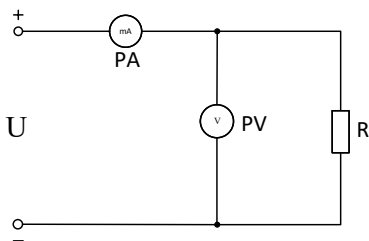

Рис.1.5.
4.5. На рис. 1.5 и 1.6 показаны возможные варианты включения приборов при измерении сопротивления методом амперметра и вольтметра. В каких случаях и в какой схеме погрешность при вычислении R по закону Ома будет меньше, если R определять, как U_V/I_A ?
4.6. В схемах на рис. 1.5 и 1.6 $R_V=10000 \text{ Ом}$, $R_A=2 \text{ Ом}$, $U=20 \text{ В}$. Определить показания приборов в обеих схемах в случаях: $R=10 \text{ Ом}$ и $R=1000 \text{ Ом}$. Какими окажутся во всех случаях значения R' , найденные по закону Ома, если в качестве U и I использовать показания PV и PA? Вычислить относительную погрешность по формуле:
и сделать вывод о применении схем на рис. 1.5 и 1.6.